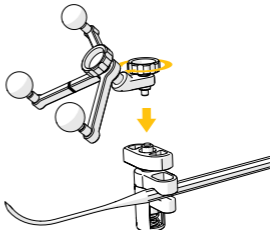

Figure 7 : Fixation du coude au clamp
4. Visser la vis moletée dans le sens horaire jusqu'à ce que le coude soit solidement fixé au clamp. Voir la *Figure 7*.